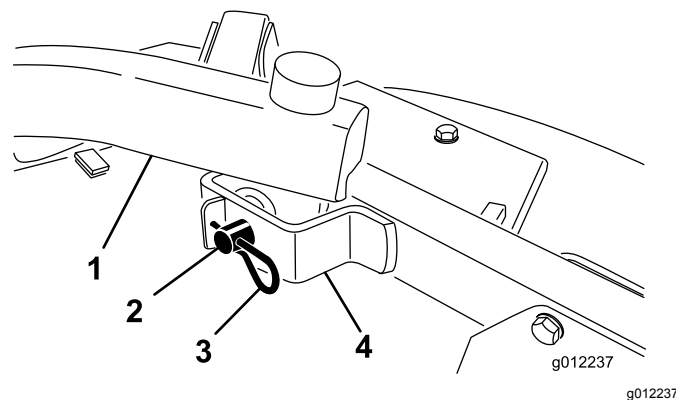

Bild 25
2. Nehmen Sie die Splints und Lastösenbolzen ab, mit denen die Hubarme an den Halterungen der Laufradarme befestigt sind (Bild 25).